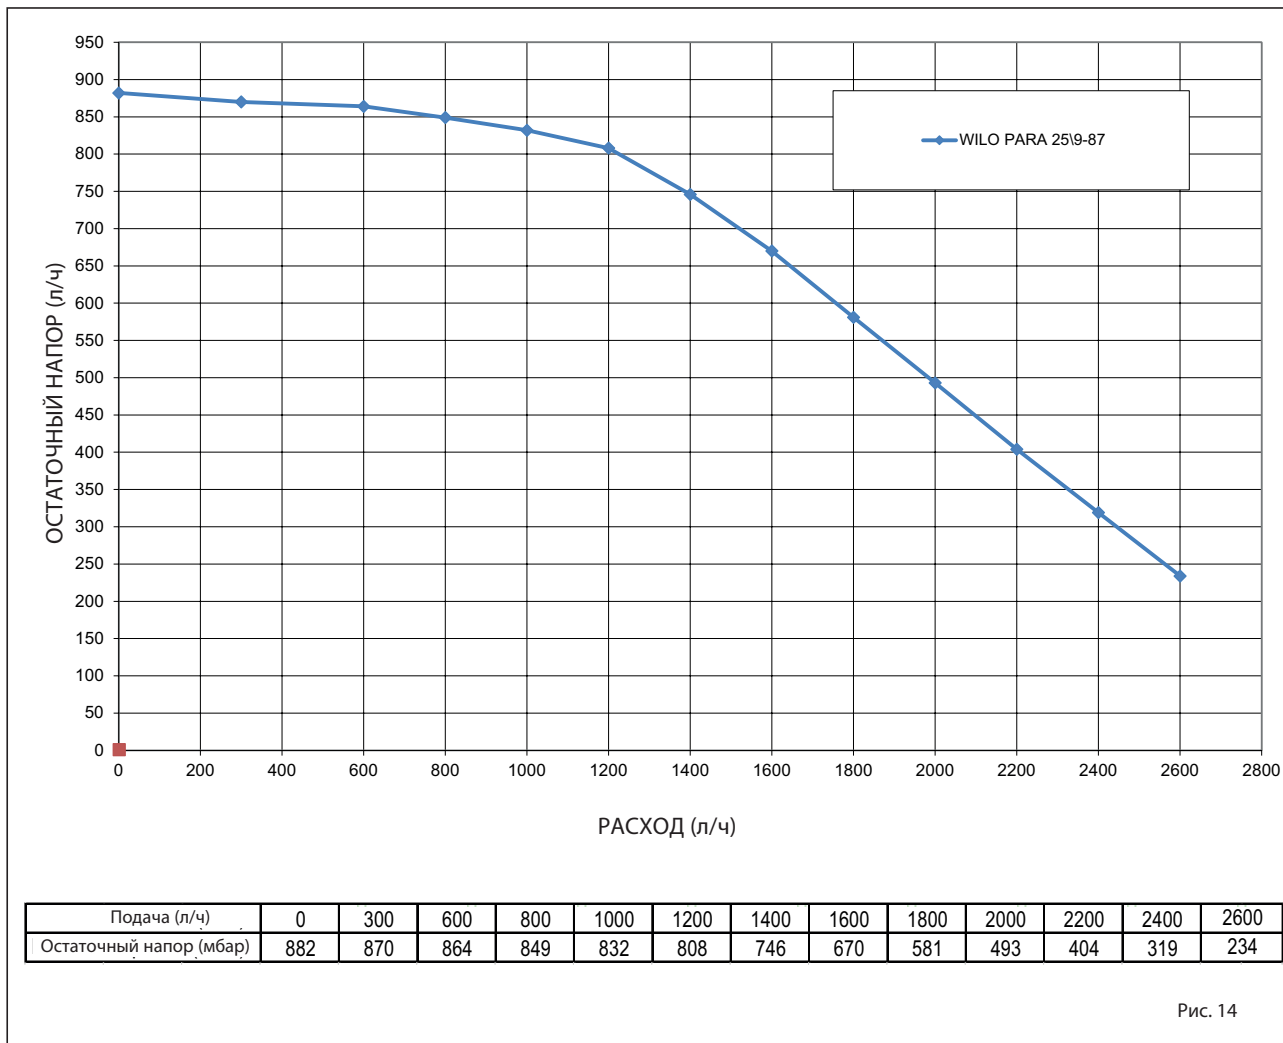

Рис. 14
3.8 ИМЕЮЩИЙСЯ НАПОР (рис. 14)
графиком на рис. 14. значение по умолчанию (ПАР 13 = Au).
3.9 ПАСПОРТНАЯ ТАБЛИЧКА (рис. 14/а)